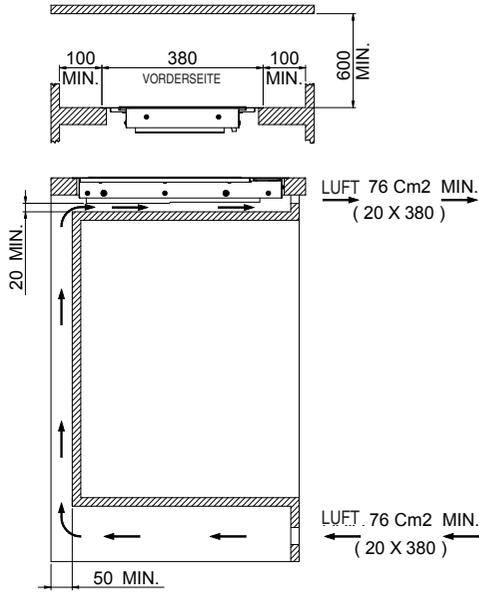

Abb. 3
- Luftpassagen vorgesehen werden, wie in der Abbildung zu sehen (Abb. 3).